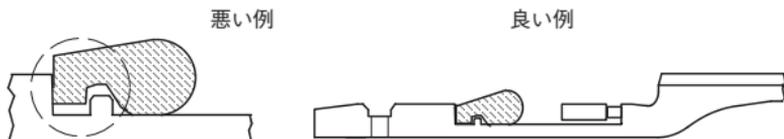

図5 ゴム輪セット例
- (2) ゴム輪は全周にわたってヒール部が受口溝部へ完全に収まるようにセットする。図5にゴム輪セットの良い例、悪い例を示す。
- (3) ゴム輪のヒール部が、受口溝部へ入りにくい場合は、プラスチックハンマなどでゴム輪のテーパ部を軽く叩くと図5の良い例のようにセットできる。